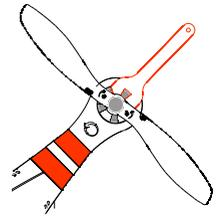

图 3
3. (图 3) 用手或者使用辅助扳手卡住电机, 抓住螺旋桨沿解锁方向 (⏹) 旋转, 即可拆卸螺旋桨。